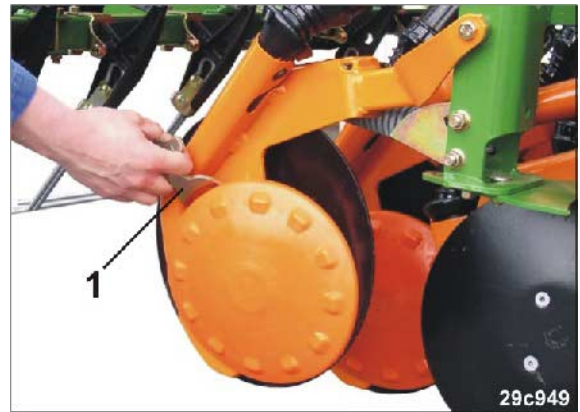

Fig. 168
1. Anbring grebet (Fig. 168/1) i en af de 3 positioner.